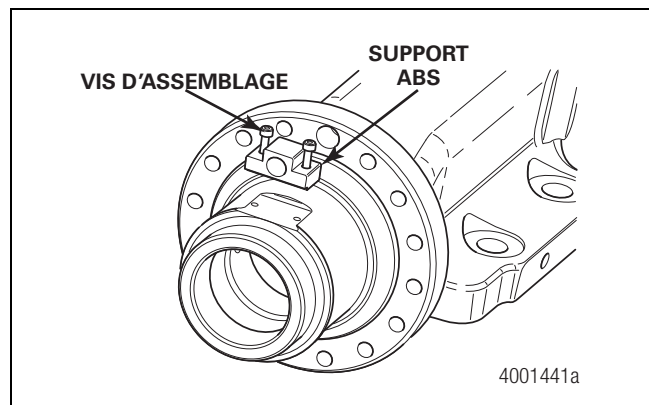

Figure 3.16
7. Si nécessaire, retirer les vis d'assemblage du support ABS. Figure 3.16.